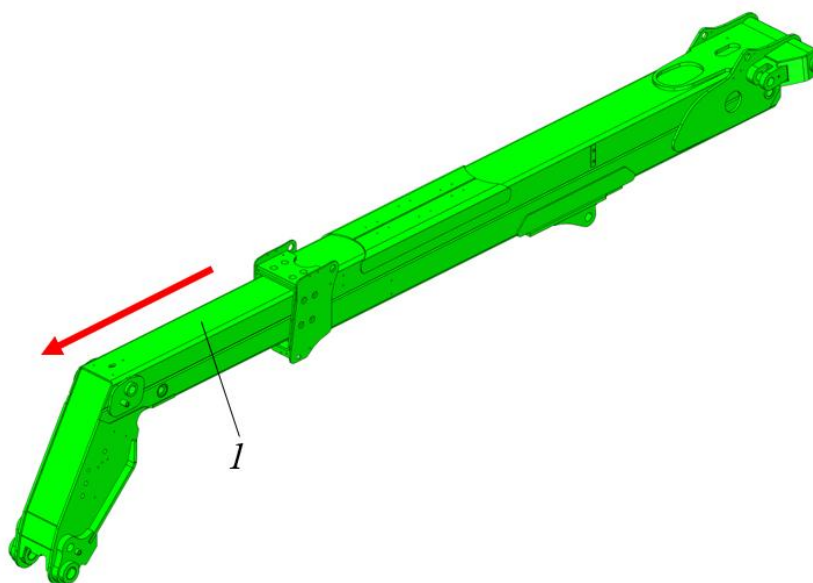

Рисунок 5.79. Смазывание направляющей телескопической стрелы
- ▶ Выдвинуть телескопическую стрелу 1 (направление показано стрелкой), рис. 5.79.